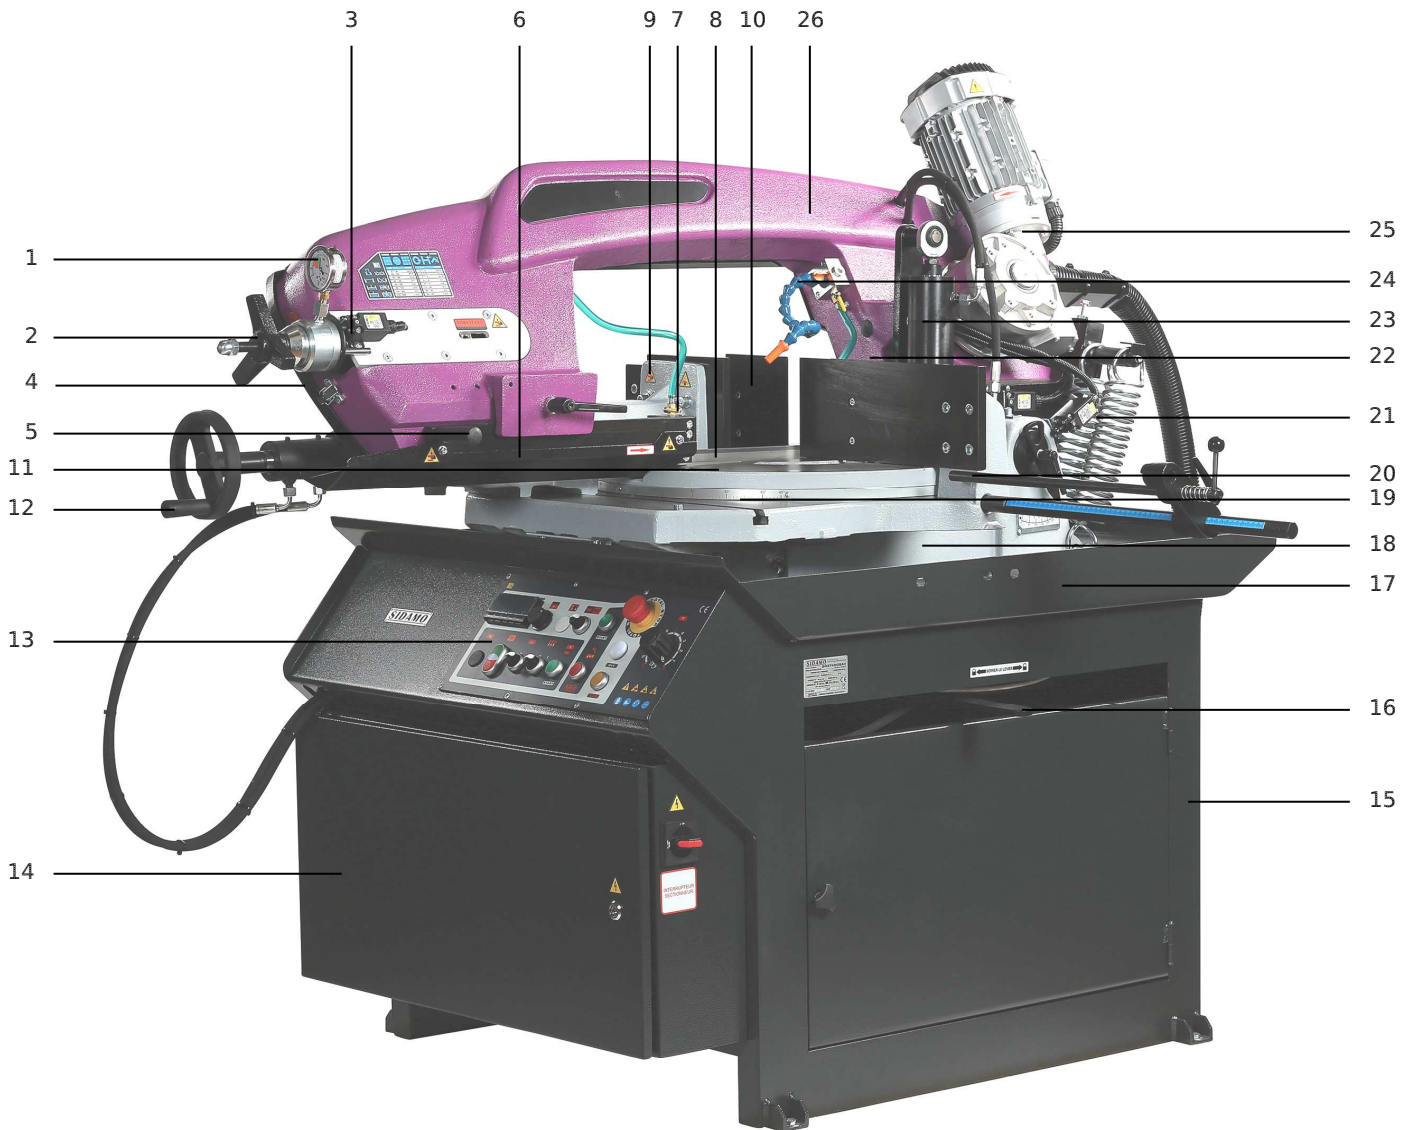

Figure 1
- Visser la poignée sur le volant d'étau (12 fig.1).
- Insérer l'axe de la butée de coupe (20 fig.1) dans son siège sur la base droite de l'étau (B), puis la bloquer à l'aide d'une vis située derrière.